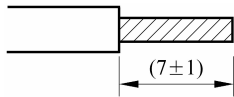

图 3-12 剥线尺寸
- 控制回路的接线: 请剥开电线的包布,使用电线的规格印在变频器上。请参考如图 3-12 所示的尺寸剥开。电线剥得过长,容易发生与相邻电线短路;太短,容易使电线脱落。